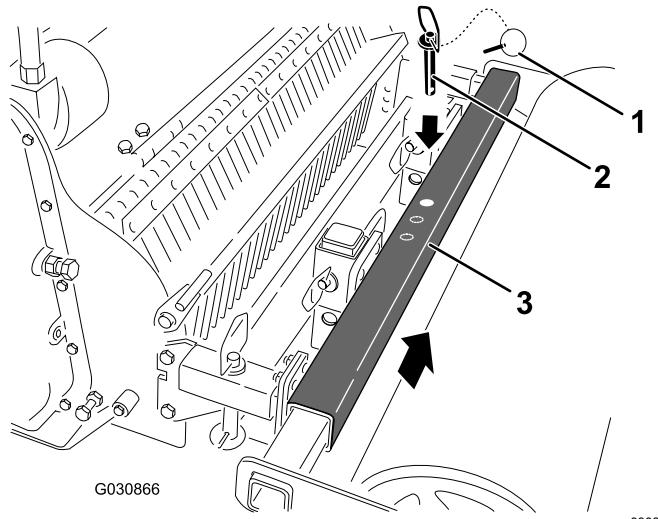

Bild 8
3. Entfernen Sie den Dorn (**Bild 8**).
4. Schieben Sie die Rolle in die gewünschte Stellung (**Bild 8**).